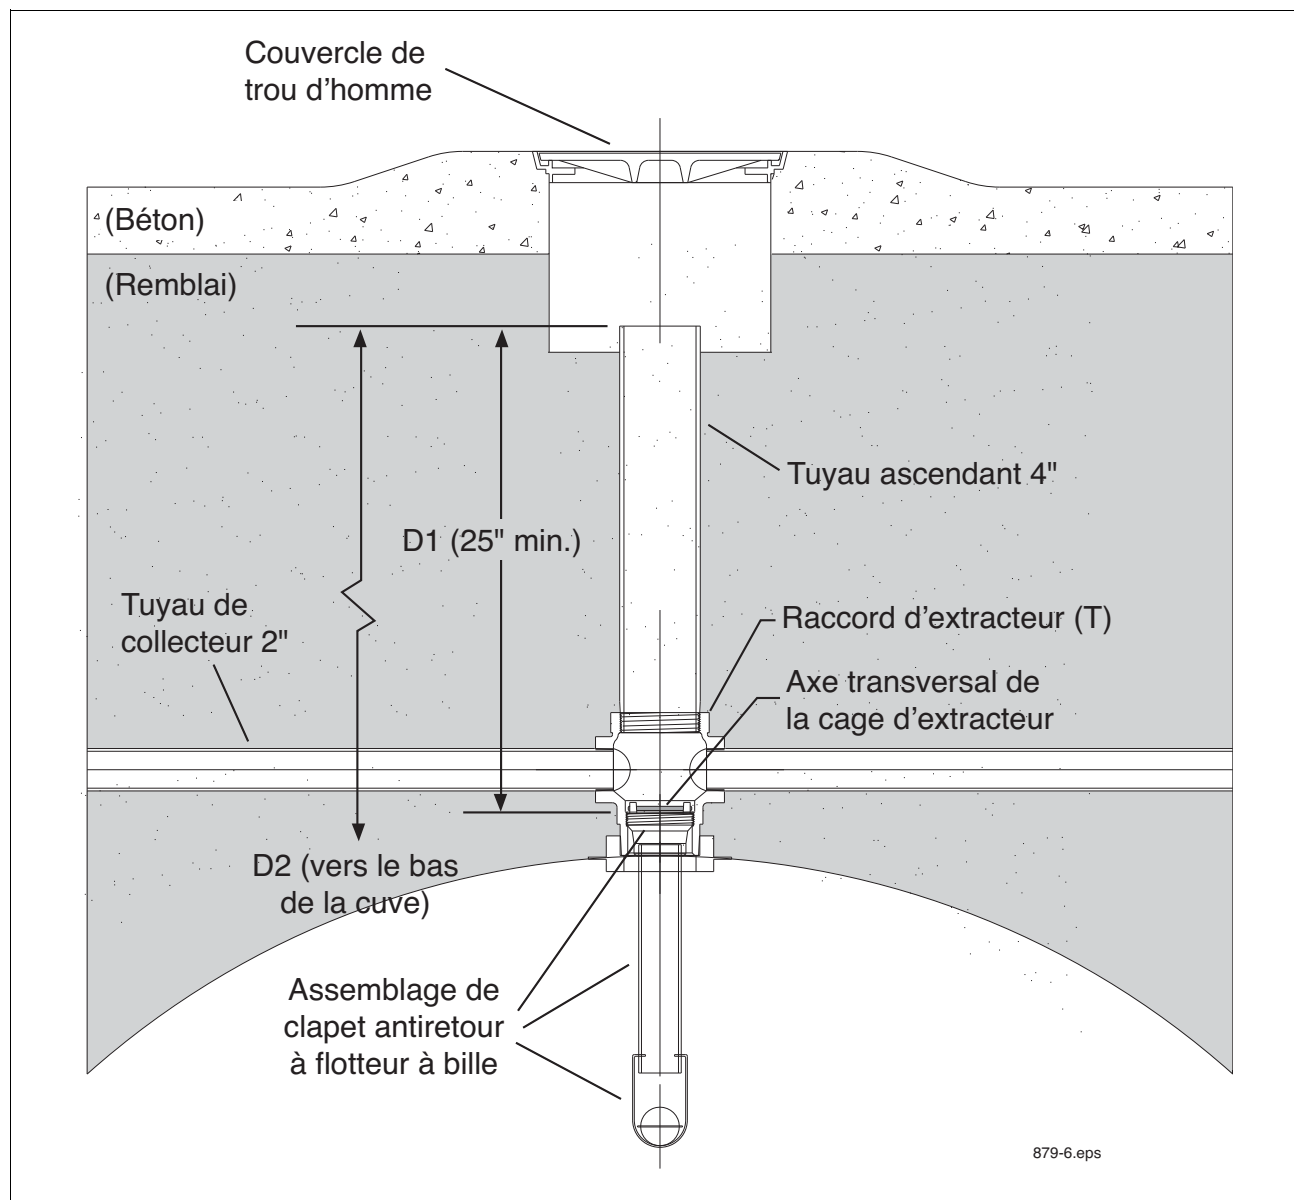

Figure 9. Détermination de la longueur de la sonde Mag à installer dans un tuyau ascendant extracteur de vapeur
1. Mesurez la distance du haut du tuyau ascendant à l'axe transversal de la cage d'extracteur (voir la Figure 9). Notez cette distance comme D1 (Important : la dimension D1 doit être d'au moins 25 pouces).
2. Utilisez la clé d'extraction (référence OPW : 89-0044) pour retirer le clapet antiretour à flotteur à bille et la cage d'extracteur dans le fond du tuyau ascendant 4" (voir Figure 9 à la page 18). Important ! - Il peut être difficile de retirer le clapet antiretour à flotteur à bille et la cage d'extracteur ; **soyez prudents**.